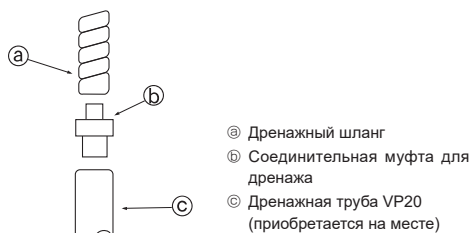

Fig. 5-1
5.1. Прокладка дренажных труб (Fig. 5-1)
- При подсоединении к VP20, воспользуйтесь специальной дополнительной принадлежностью - соединительной муфтой для дренажа ⑥. Для предотвращения утечек надежно прикрепите муфту к трубе с помощью клея типа ПВХ.